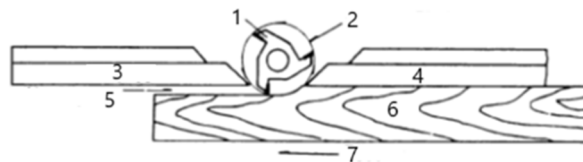

Figura 2
2. Quando l'operazione di sagomatura rimuove l'intero bordo del pezzo (ad esempio giuntando o realizzando una perlina completa), il bordo sagomato non sarà sostenuto dalla guida posteriore quando entrambe le guide sono allineate, come mostrato nella figura 2. In questo caso, il pezzo in lavorazione deve essere fatto avanzare fino alla posizione mostrata nella figura 2 e fermato.